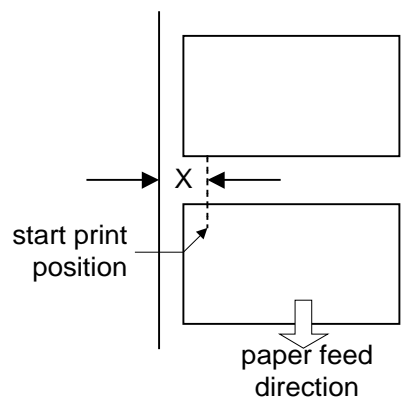

Рис. 3.3.1
1. Выбрать ожидаемое расстояние "x" (от левого края до позиции начала печати). В этом случае, мы предполагаем, что расстояние - 4 мм (см. рисунок 3.3.1).